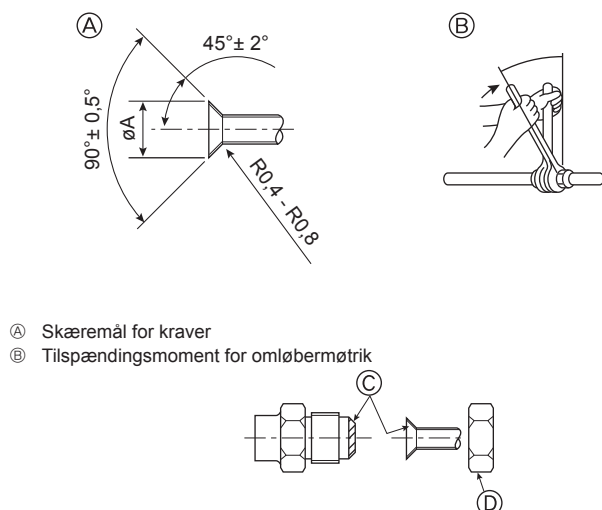

Fig. 4-8
Ⓐ (Fig. 4-8)
Ⓑ (Fig. 4-8)
4.2. Forbindelsesrør (Fig. 4-8)